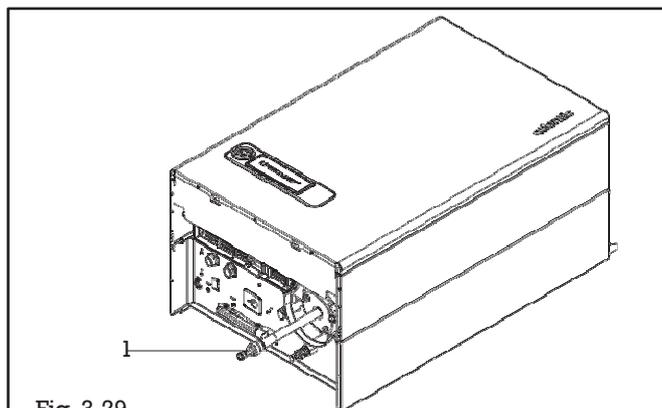

Fig. 3.29
Se la quantità di CO₂ è conforme, procedere alla messa a punto del minimo. In caso di risposta negativa, modificare il valore agendo sulla vite di messa a punto della valvola gas (in senso orario per diminuire) (fig.3.29) fino a raggiungere il valore indicato nella tabella.
- Allentare il dado e sfilare l'anodo (1) (Fig. 3.29)